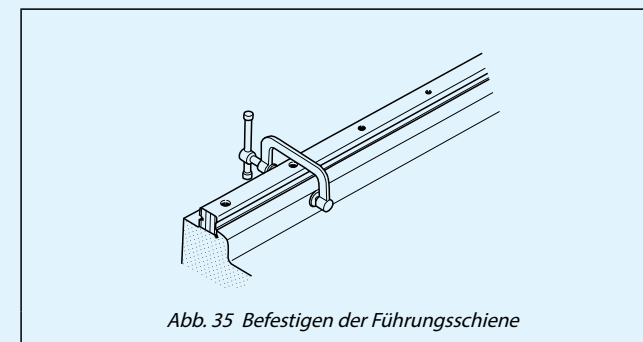

Abb. 35 Befestigen der Führungsschiene
- Die Schienenbezugsflächen I und II werden korrekt an den Bezugsmontageflächen des Gestells angelegt und mithilfe einer kleinen Schraubzwinde o. ä. an die Montagepassfläche des Gestells angedrückt. Dann wird die Befestigungsschraube an dieser Stelle angezogen (siehe Abb. 35).